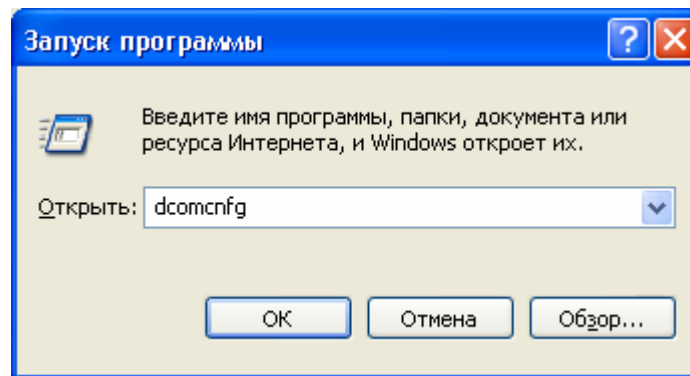

Рис. 5.5. Конфигурирование DCOM
5. Сконфигурируйте DCOM. С этой целью выполните команду **Пуск | Выполнить...**, в появившемся диалоговом окне (рис. 5.5) введите **dcomcnfg** и нажмите кнопку **ОК**. В ответ на появившийся запрос нажмите кнопку **Да**.
6. Сконфигурируйте DCOM. С этой целью выполните команду **Пуск | Выполнить...**, в появившемся диалоговом окне (см. приведенный ранее рис. 5.5) введите **dcomcnfg** и нажмите кнопку **ОК**.